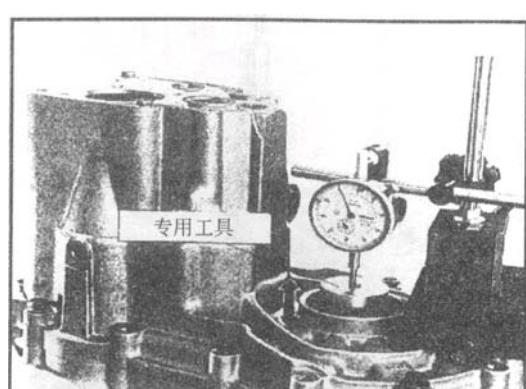

图 4-70 调整输出轴 (八)
④如图 4-70 所示, 将专用工具放置在小半轴上, 将有磁性底座的千分表放置在平台上, 1mm 预紧力时, 将千分表调零。从另一侧上下窜动差速器总成, 从千分表上记录下读数 (例如: 0.90mm)。注意: 测量时, 不要转动差速器总成, 以免影响测量的准确度。